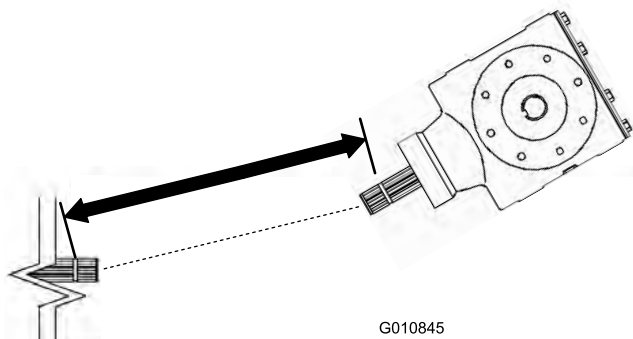
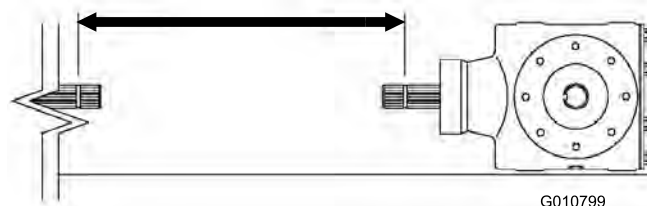
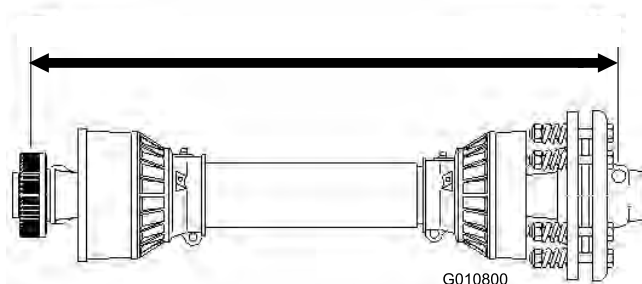

Figura 10
Figura 12
Figura 13
3. Mida la distancia entre la ranura del extremo del árbol de la toma de fuerza del tractor y la ranura del árbol de la toma de fuerza de la caja de engranajes del aireador (Figura 10). Anote esta distancia. Ejemplo: 67 cm.
5. Mida la distancia entre la ranura del extremo del árbol de la toma de fuerza del tractor y la ranura del árbol de la toma de fuerza de la caja de engranajes del aireador (Figura 12). Anote esta distancia. Ejemplo: 70 cm.
6. En el árbol de la toma de fuerza, mida la distancia entre el centro de la bola del pasador de bloqueo, en un extremo, y el centro del botón del pasador de bloqueo del otro extremo (Figura 13). Anote esta distancia. Ejemplo: 81 cm.
7. Usando la menor de las dos medidas de Figura 12 y Figura 10, reste esa distancia a la distancia de Figura 13. Ejemplo: 81 cm menos 67 cm es igual a 14 cm.